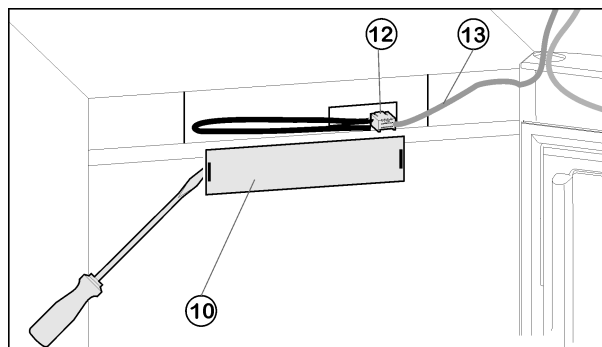

Fig. 4
- ▶ Снимите переднюю накладку Fig. 4 (10) с помощью плоской отвертки.
- ▶ Снимите контакт и извлеките разъем Fig. 4 (12).
- ▶ Высвободите из направляющей серый кабель Fig. 4 (13).
- ▶ Снова установите разъем *Fig. 4 (12)*.
- ▶ Снова установите крышку *Fig. 4 (10)*.